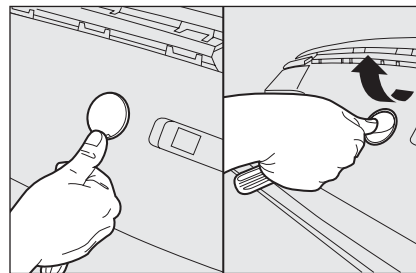

fig. 47
- appoggiare il pollice della mano sul tappo per evitare di danneggiarlo **fig. 47**;
- estrarre il tappo (senza ruotarlo) effettuando un movimento perpendicolare al piano di appoggio **fig. 47**.